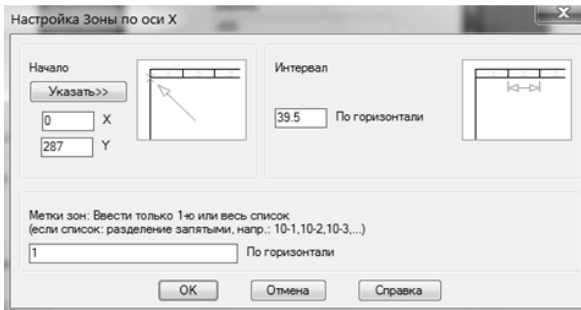

Рисунок 5.2 - Вікно **Настройка Зоны по оси X**
4. У вікні **Настройка Зоны по оси X** введіть значення, як показано на рис. 5.2.